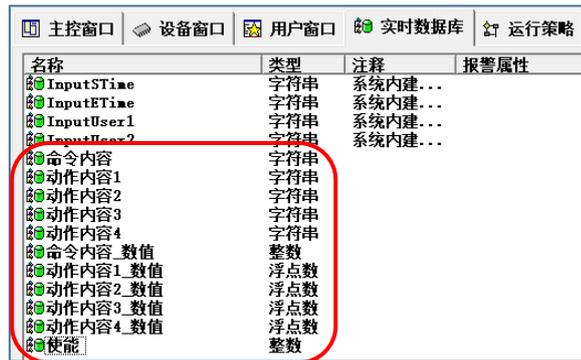

图 8.4-2 新建配方项变量
① 新建变量: 通过 McgsPro 组态软件新建一个工程, 进入工程的“实时数据库”, 如图 8.4-2, 新增 5 个字符串变量: “命令内容”、“动作内容 1”、“动作内容 2”、“动作内容 3”、“动作内容 4” (这 5 个字符串变量用于配方项关联, 以及在配方构件中显示控制指令); 以及新增整数变量“命令内容_数值”, 浮点数变量“动作内容 1_数值”、“动作内容 2_数值”、“动作内容 3_数值”、“动作内容 4_数值”, 用来保存转换成数值的命令和动作内容。另外, 再新增 1 个整数变量“使能”, 在工程运行时, 通过该变量控制按钮的使能功能, 防止现场用户误操作。